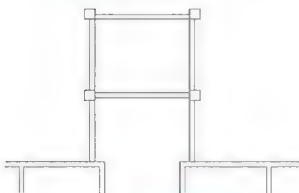
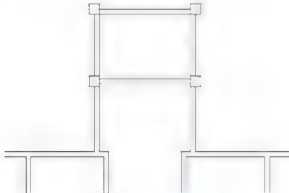

图 2.61 修整前的图形
图 2.62 修整后的图形
(1) 将【轴线】图层关闭,同时将【柱子】图层解锁。
(2) 用【修剪】命令(快捷键 TR),将图2.61所示的图形修整至图2.62所示的状态。